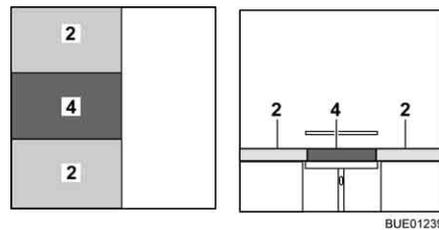

Bild 90 Nach dem Umbau
- Das Zusatzpolster (Bild 90,4) zwischen die Sitzpolster (Bild 90,2) legen.